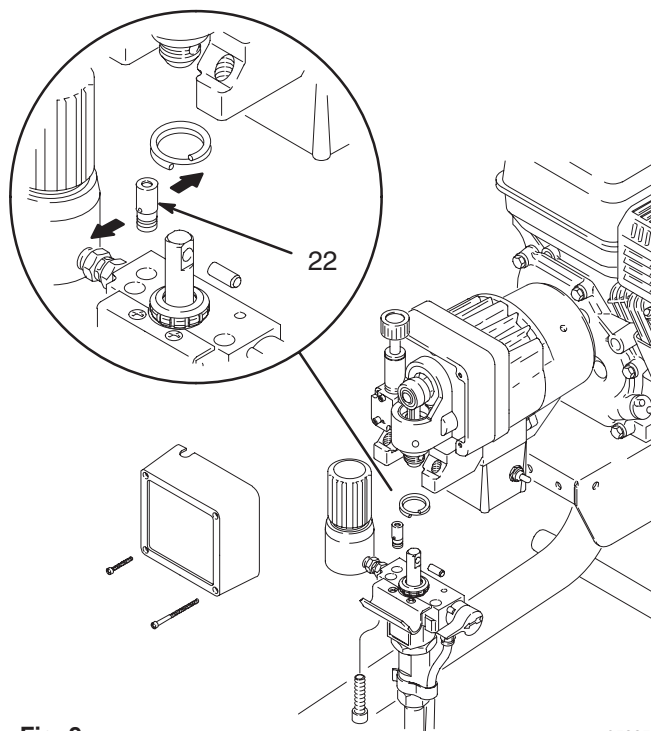

Fig. 9
NOTA: Vea la Fig. 9 para este procedimiento.
2. Utilice un movimiento de torsión para desmontar el transductor (22) del múltiple de la bomba.
6. Alinee los orificios del transductor tal como indican las flechas de la Fig. 9.